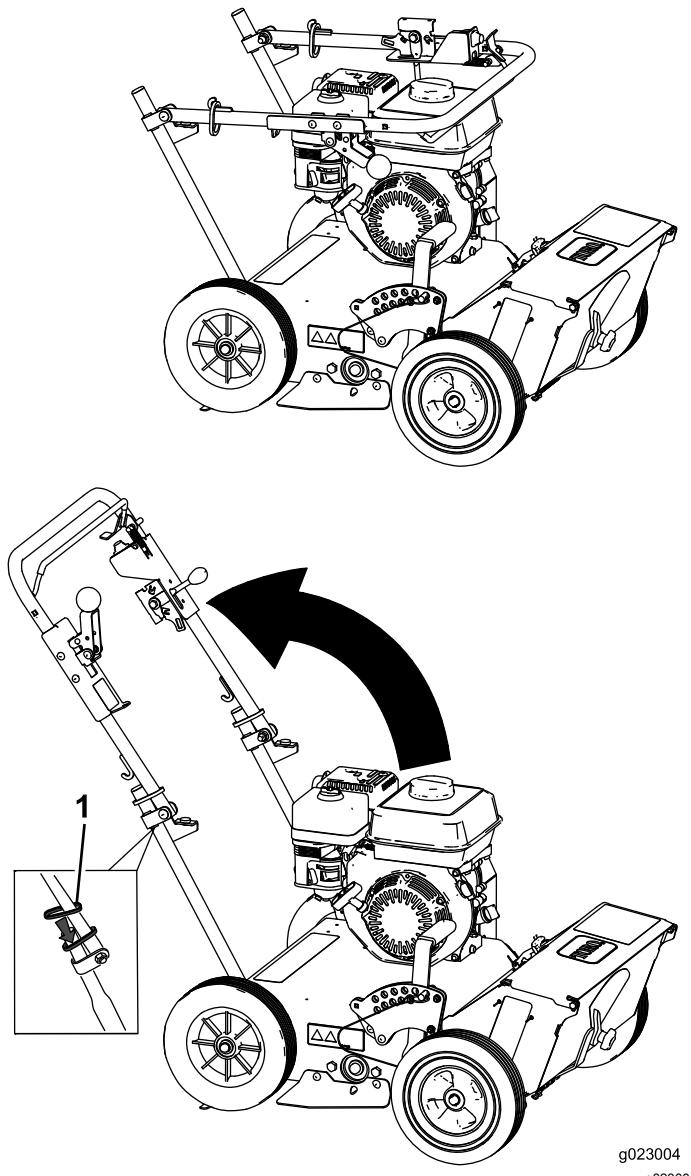

Figure 3
1. Relevez le guidon en position d'utilisation (Figure 3).
2. Descendez sur la partie inférieure du guidon les anneaux de blocage ovales situés de chaque côté de la partie supérieure (Figure 3) pour verrouiller les deux parties ensemble.